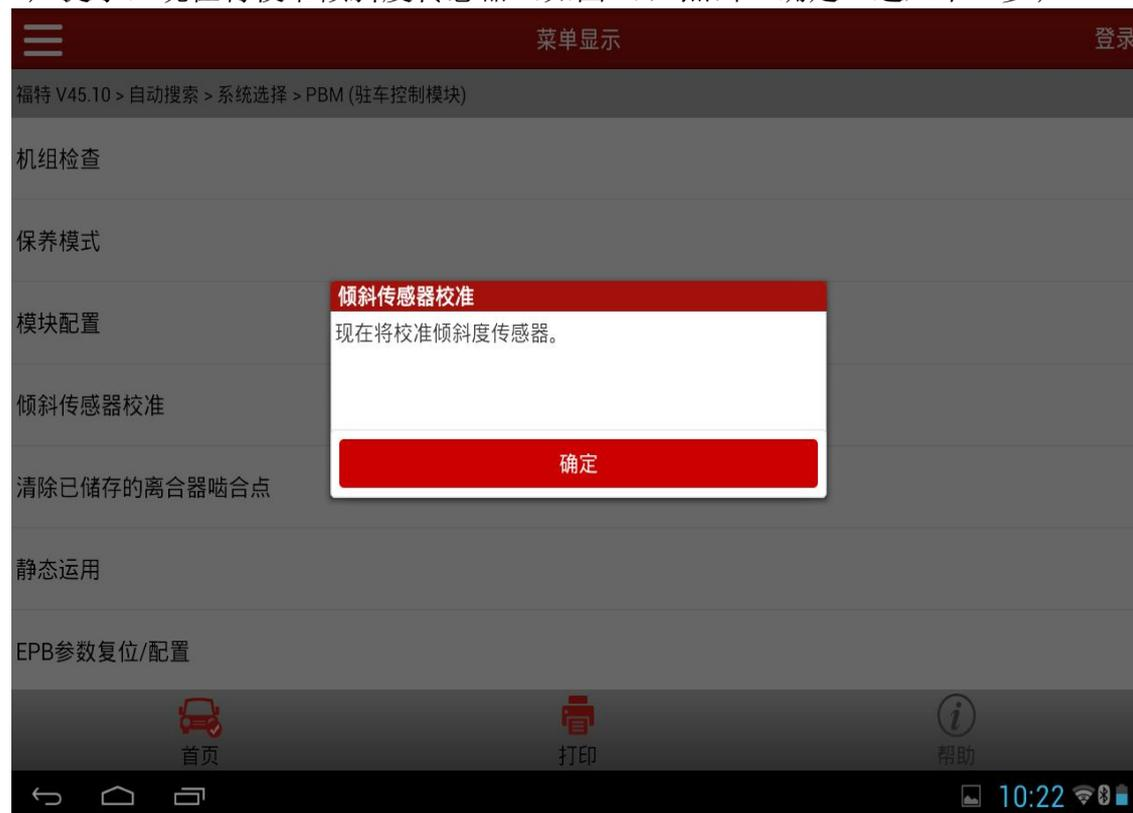

图 4
4). 提示：现在将校准倾斜度传感器（如图 4），点击“确定”进入下一步；